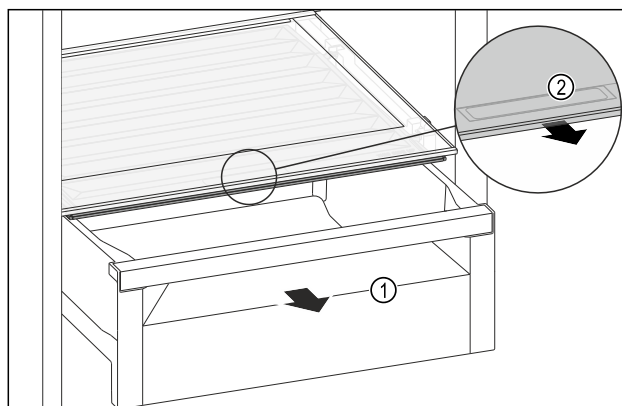

Fig. 170
- Zásuvku Fig. 170 (1) vytáhněte.
- Uchopte prohlubeň pro rukojeť Fig. 170 (2) na víko zásuvky a současně zatáhněte za víko zásuvky směrem dopředu.